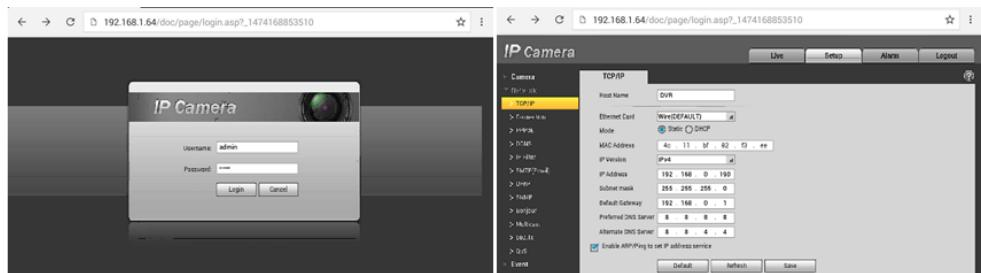

Рис. 21 WEB интерфейс IP-видеокамеры HIKVISION через браузер
- 3) В строке поиска введите IP-адрес видеокамеры и нажмите «OK» на виртуальной клавиатуре. Если все сделано правильно, вы попадете в WEB-интерфейс IP-видеокамеры (рис.21), где потребуется ввести логин и пароль (обычно admin/admin для большинства видеокамер), указанные на наклейке, на видеокамере, на коробке из-под нее или в инструкции.